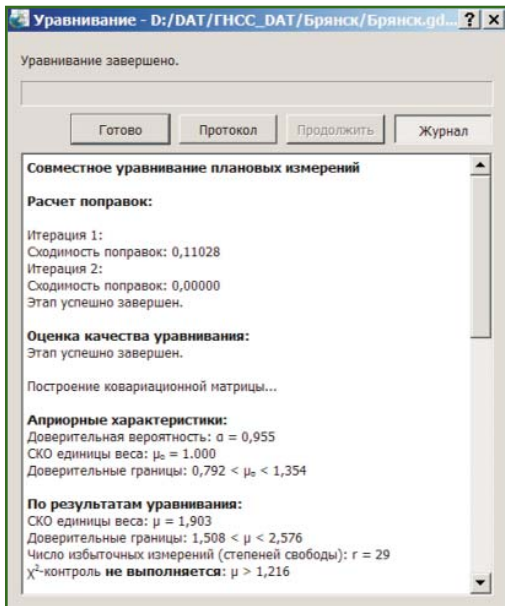

Рис. 1
1. Расширена статистическая информация, представляемая в мониторе уравнивания (рис. 1).
В блоке «По результатам уравнивания» описываются апостериорные характеристики сети. Кроме того, проводится обобщенный контроль на основе квантиля распределения Пирсона (χ^2). Доверительные границы априорного блока, значение μ , полученное по результатам уравнивания, и χ^2 -контроль позволяют надежно определить как качество (правильность) назначения точности измерений, так и возможное наличие грубых ошибок в исходных данных или измерениях (рис. 1). При невыполнении условия χ^2 -контроля программа не прерывает работу, оставляя за пользователем решение о приемлемости качества измерений и результатов обработки.